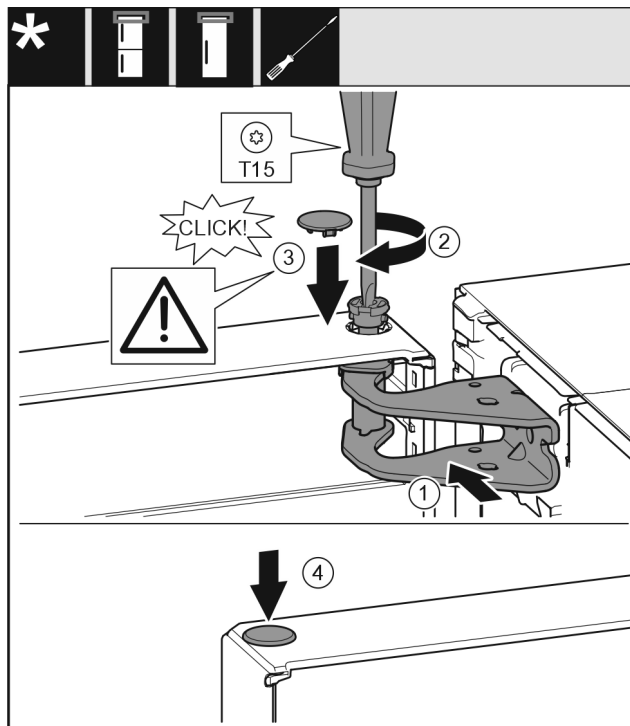

Fig. 26
- Vložte čep Fig. 26 (2) a pevně jej utáhněte šroubovákem.
- K zajištění dveří namontujte bezpečnostní kryt Fig. 26 (3): Bezpečnostní kryt nasadte a zkontrolujte, zda přiléhá na dveře. V opačném případě čep zcela zasuňte.
- Vložte zátku Fig. 26 (4).